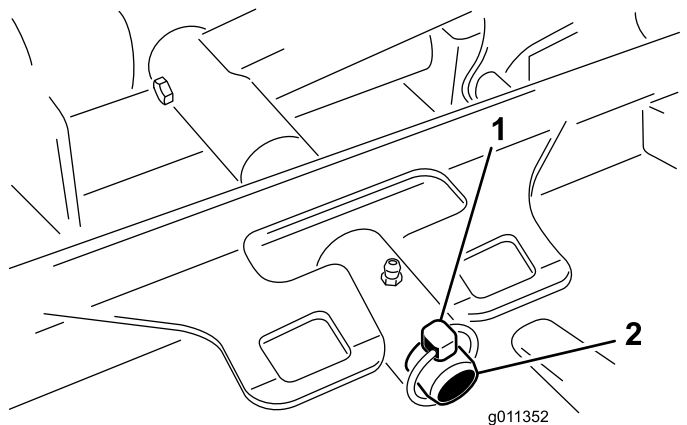

Рисунок 11
3. Снимите шплинт или крепежную гайку (только GM 4700), с помощью которых несущая рама деки крепится к оси поворота подъемного рычага (Рисунок 11).
3. Наденьте несущую раму деки на палец шарнира подъемного рычага. Закрепите шплинтом или крепежной гайкой (только GM 4700) (Рисунок 11).